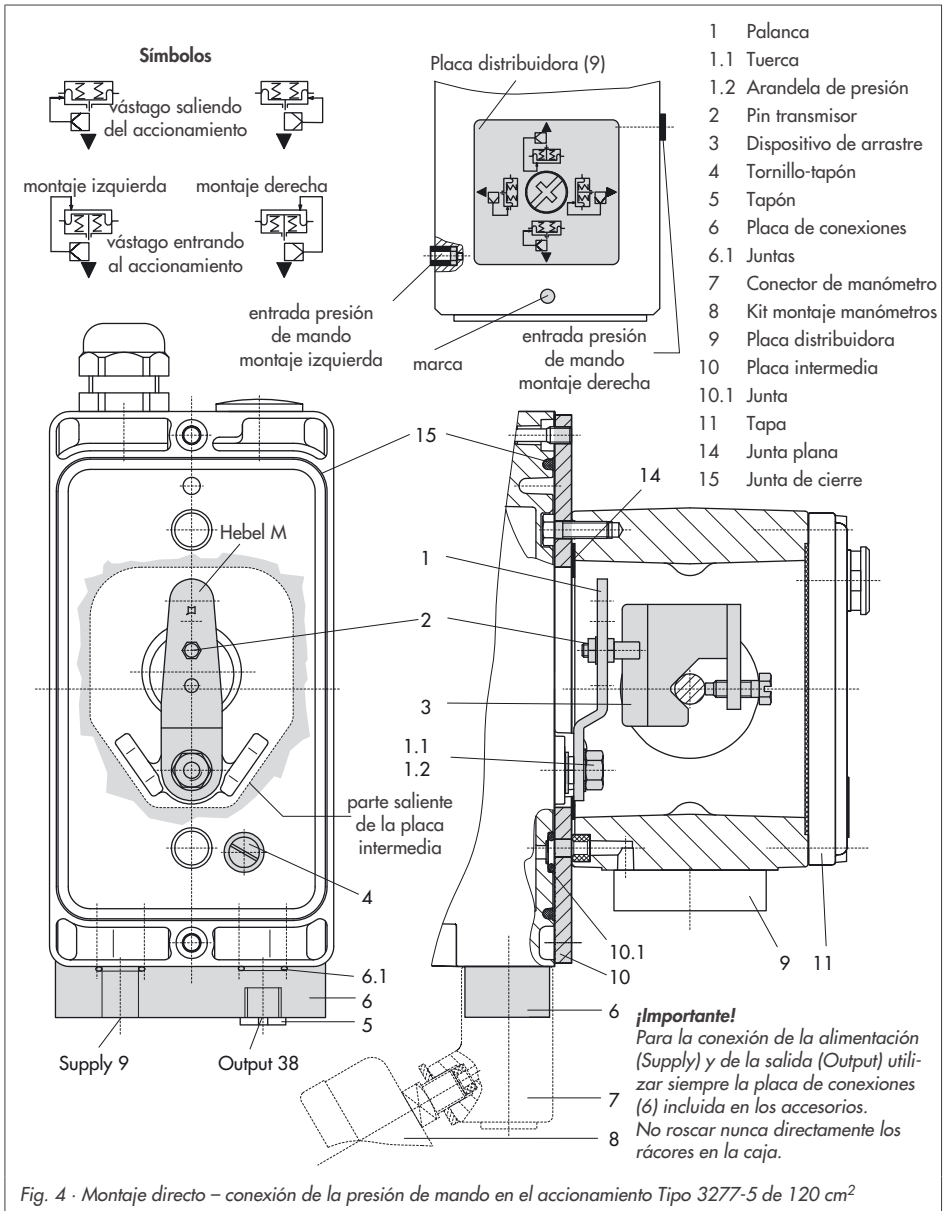

Fig. 4 · Montaje directo – conexión de la presión de mando en el accionamiento Tipo 3277-5 de 120 cm²
1. Montar la placa de conexiones (6) o el conector para manómetro (7) con el manómetro al posicionador, cuidando que las juntas (6.1) queden en su lugar.
2. Desatornillar el tornillo-tapón (4) de la cara posterior del posicionador y cerrar con el tapón (5) de los accesorios la salida de presión de mando "Output 38" de la placa de conexiones (6) o bien del conector para manómetro (7).
3. Colocar el dispositivo de arrastre (3) en el vástago del posicionador, alinearlos y fijarlo de forma que el tornillo de fijación esté bien alojado en el encaje del vástago del accionamiento.
4. Fijar la placa intermedia (10) con la parte saliente más estrecha (fig. 4 izquierda) hacia la conexión de la presión de mando, la junta plana (14) tiene que quedar del lado del puente del accionamiento.
5. **Carrera 15 mm:** el pin (2) de la palanca **M** (1) en la parte posterior del posicionador se deja en la posición **35** (estándar). **Carrera 7,5 mm:** desatornillar el pin (2) colocado en la posición **35** y atornillarlo en la posición **25**.
6. Colocar la junta de cierre (15) en la ranura del posicionador.